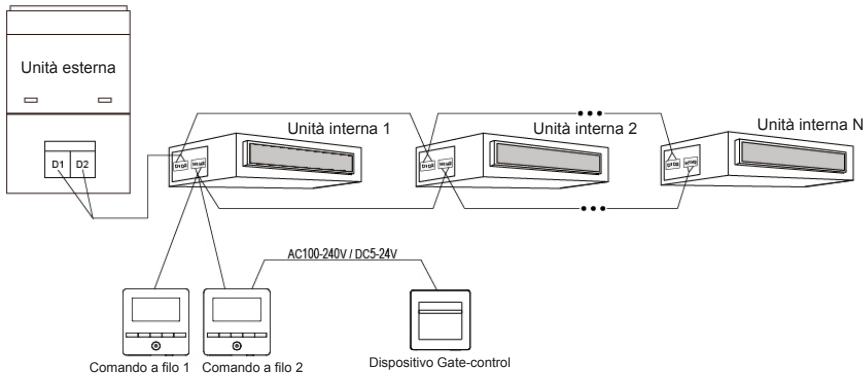

Figura 3.11 Metodo di collegamento 2 tra telecomando e controllo con scheda
- ① Il dispositivo di comando 2 nella figura 3.11 può essere impostato come master o slave;
- ② Come dispositivo di comando 1 nella figura 3.11 può essere usato il modello XK49 o altri modelli.
- (4) Potenza di entrata del dispositivo di comando mediante inserimento/ estrazione della scheda compatibile con il comando: AC 100-240V~50/60Hz, DC 5~24V. Collegare il cavo di alimentazione in uscita con l'interfaccia di alimentazione corrispondente del comando secondo il tipo di potenza di uscita del dispositivo di comando con scheda (v. 3.1.4 Installazione per il collegamento di alimentazione di un interfaccia specifica). Il comando rileverà la presenza o l'assenza della scheda rilevando l'alimentazione del dispositivo di controllo con scheda. Il processo di rilevamento è il seguente: